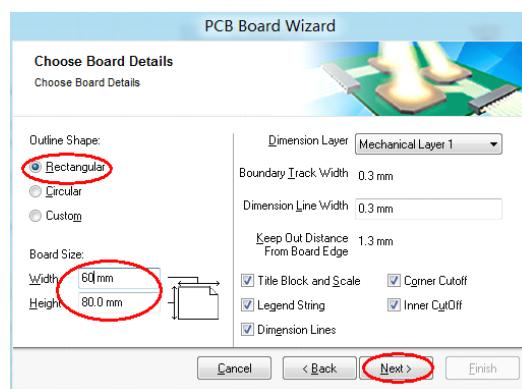

图 6-6.61 设置电路板大小
**Step5:** 单击 Next，在弹出的 Choose Board Details 对话框中输入板子大小和形状。如图 6-6.61 所示。